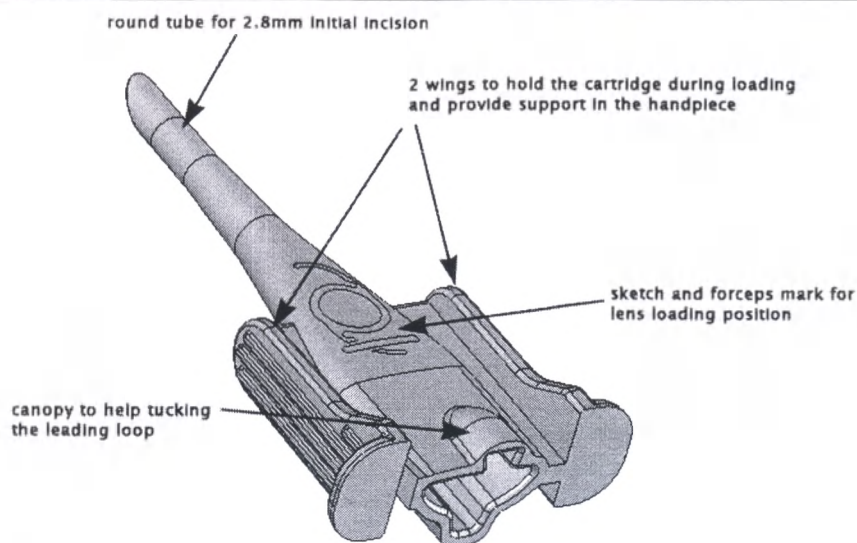
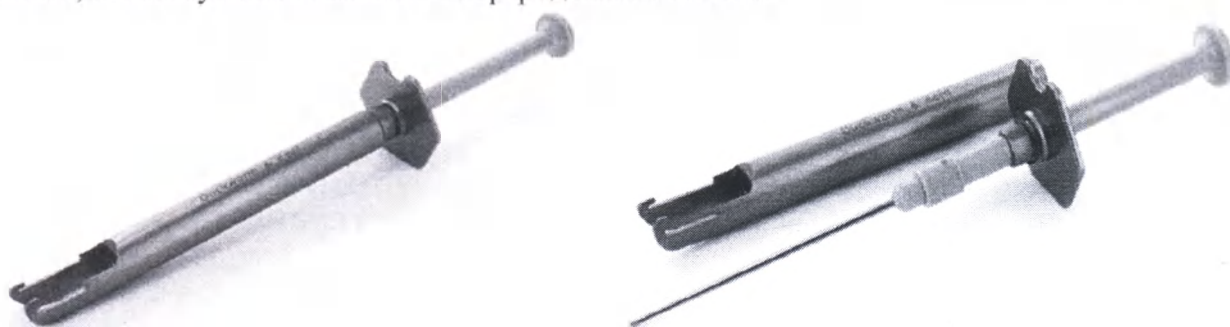

Рисунок 6: Картридж 1VIPR30
Рисунок 7: Многоразовый титановый инжектор DK7786 производства компании «Дакворт и Кент»
4. Держите картридж схемой ИОЛ вверх. Зафиксируйте ведущий гаптический элемент под козырьком картриджа, чтобы начать складывать его поверх оптического тела линзы (рис. 5 – Fig. 5: а. Участок, где следует зафиксировать ведущий гаптический элемент). Продолжайте продвигать линзу в картридж так, чтобы ведущий гаптический элемент сложился над оптическим телом одним движением (рис. 6) (Fig. 6). Остановитесь, когда половина оптической части окажется внутри картриджа. Прежде чем продолжать, убедитесь в том, что гаптический элемент полностью сложен в пространстве поверх оптического тела (рис. 7) (Fig. 7).